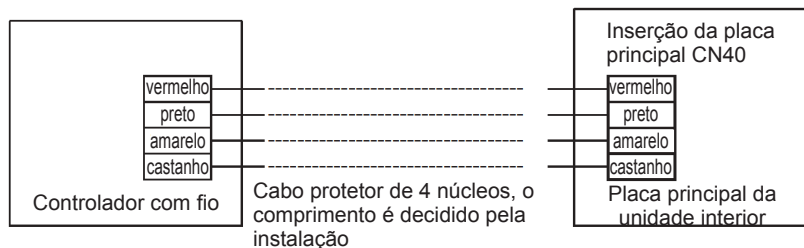

Fig 3-2
13. Conecte o fio da placa controladora principal (veja a Fig 3-2).